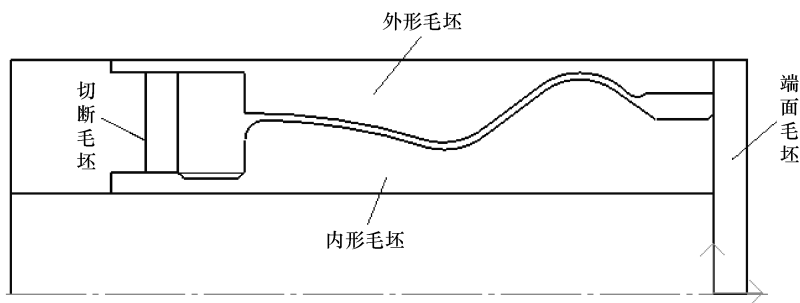

图 8-100 毛坯轮廓
(1) 右端端面轮廓毛坯建模 根据零件的加工要求,设置零件毛坯尺寸。零件设置的毛坯尺寸外圆为 $\phi 70\text{mm}$,内孔为 $\phi 30\text{mm}$,端面预留 5mm,总长为 100mm。设置后的零件毛坯轮廓如图 8-100 所示。